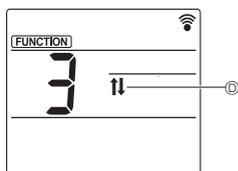

Fig. 5-3
1. Dans l'écran Réglage des fonctions, appuyez sur la touche  ④ et sélectionnez le n° de fonction "3".
2. Appuyez sur la touche  ③.
- Le symbole ascendant/descendant  clignote. (Fig. 5-3)
3. Appuyez sur la touche  ④ ou sur la touche  ⑤.